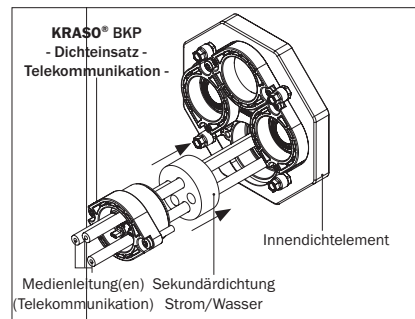

Abbildung 13.4: Montage KRASO® BKP - Dichteinsatz - Strom/Wasser - innenseitig
- Schieben Sie den **KRASO® BKP - Dichteinsatz - Telekommunikation** - mit der Gummidichtung voraus über die Medienleitung(en) bis in das Innendichtelement des **KRASO® Bauherren-Komfortpakets - Wand - ESH**. Beachten Sie, dass die Schraublöcher am Dichteinsatz und die Kernlöcher im Innendichtelement übereinander liegen (s. Abbildung 13.4).